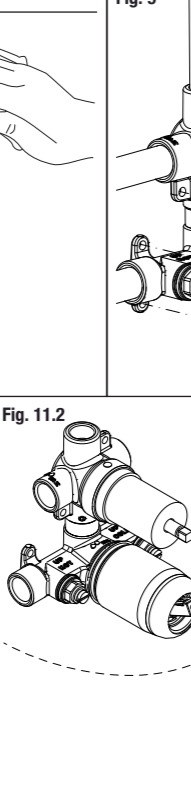

Fig. 12
- 10) Vuelva a colocar las carcassas protectoras (B y C) y termine con todo el trabajo de albañilería (Fig. 12).
- 10) Put back the plastic caps (B and C) and finalize all masonry work (Fig. 12).
- 10) Remplacez les boîtiers de protection (B et C) et terminez les travaux de maçonnerie (Fig. 12).